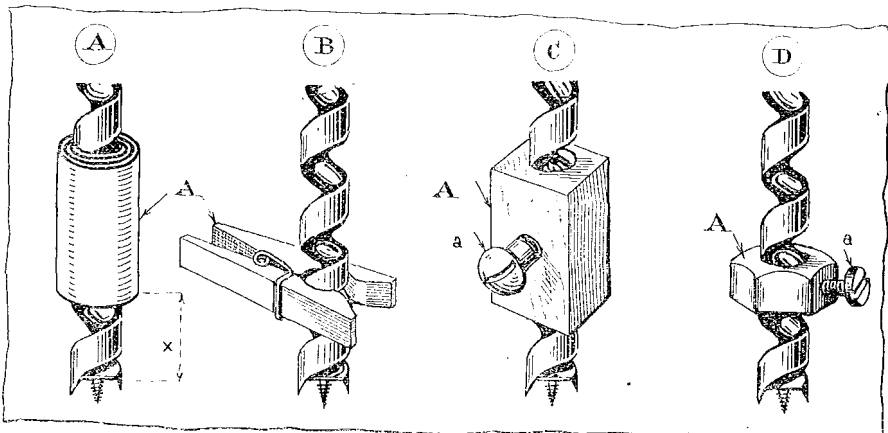

Figure 34.
A) Prendre un morceau de carte de visite A (fig. 34) et l'enrouler bien serré sur la mèche, le maintenir en place par une pointe de colle forte, une ligature en ficelle ou en fil de fer, etc..., le bord inférieur de la carte est à une distance x du tranchant de la mèche. Si x est la profondeur à donner à tous les trous, il est bien évident que chaque fois que le bristol viendra en contact avec le bois, la mèche aura creusé un trou de même profondeur que le précédent ;